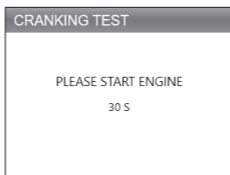

Abbildung 4.3.2
2. Der Test startet mit der Aufforderung, den Motor innerhalb von 30 Sekunden durchzudrehen. (Siehe Abbildung 4.3.2)